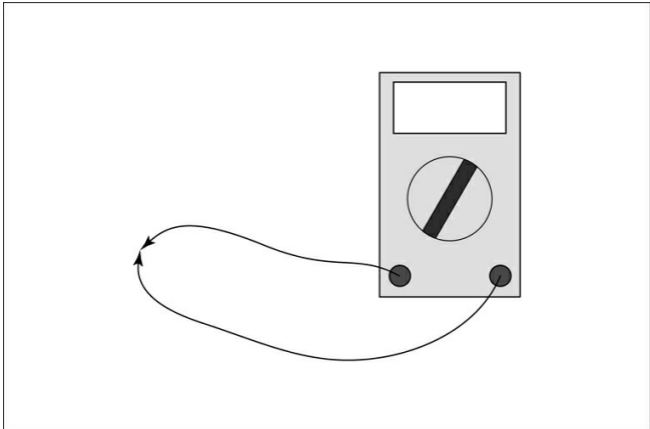

Figura 12.4 Toccate la punta dei due contatti e verificate che lo strumento mostri l'indicazione 0 ohm.
3. Connettete entrambi i puntali ai connettori corretti dello strumento e poi mettete a contatto le due estremità (Figura 12.4).